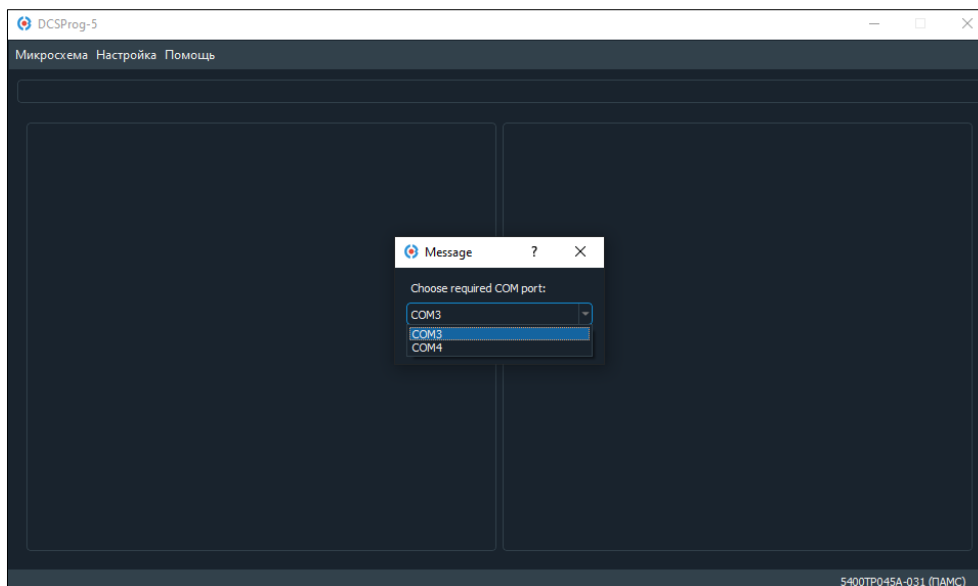

Рисунок 10. Выбор СОМ-порта в DCSProg-5p
5. Если подключено больше одного СОМ-порта к компьютеру, то программа выведет диалоговое окно с выбором требуемого СОМ-порта (Рисунок 10). В диалоговом окне выберите СОМ-порт, который соответствует программатору, и нажмите «ОК».